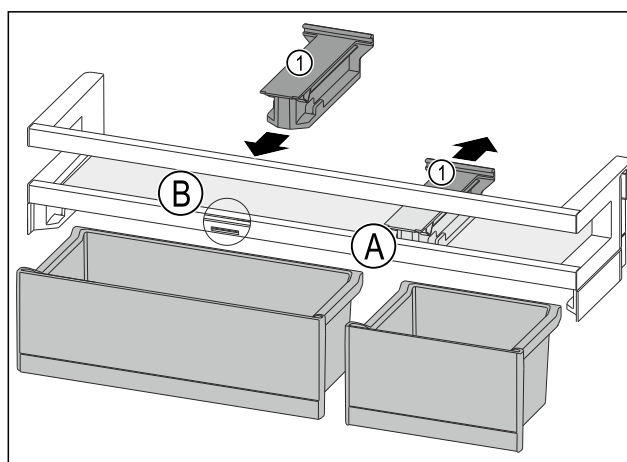

Fig. 187
- ▶ Držák Fig. 187 (1) v poloze Fig. 187 (A) stáhněte dozadu.
- ▶ Držák Fig. 187 (1) vložte v poloze Fig. 187 (B).